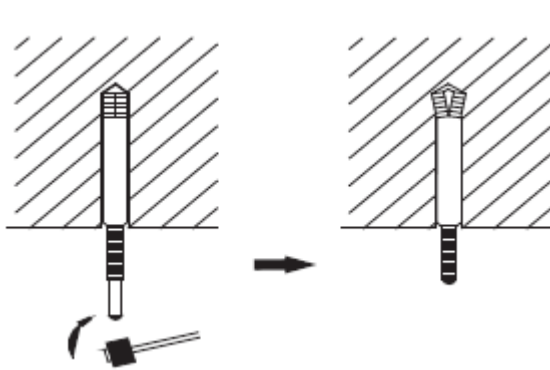

Abb. 3
1. Stecken Sie eine M10 Ankerschraube in die Bohrung, dann schlagen Sie den Stift hinein. Bohrplan siehe Zeichnung der Außenmaße der Inneneinheit. Installation der Ankerschrauben siehe Abb. 3.